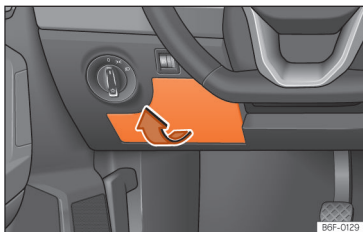

Abb. 168 Auf der Fahrerseite in der Instrumententafel: Abdeckung des Sicherungskastens.
- **Öffnen:** Die Abdeckung des Sicherungskastens in Pfeilrichtung abnehmen >>> (Abb. 168).